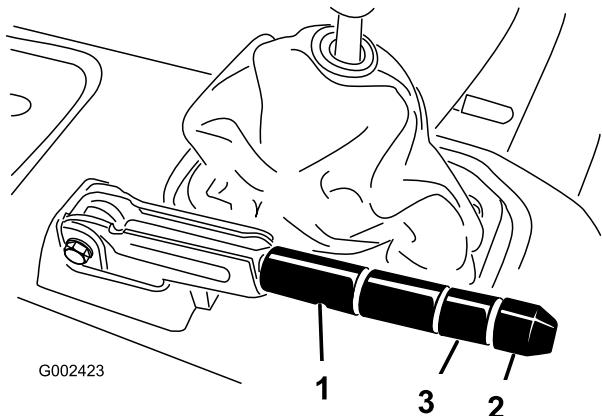

図 63
2. ブレーキレバーに調整ノブを固定している固定ネジをゆるめる（図 63）。